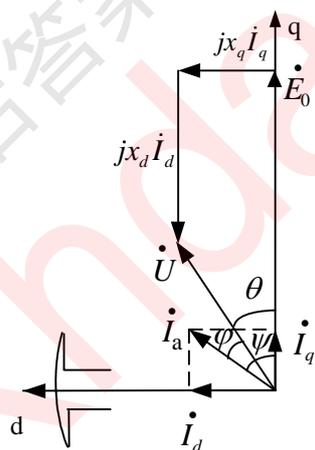

图 8.35 练习题 8.3 图
解：凸极式同步电动机的相量图如图 8.35 所示。
(1) 由相量图 8.35 得